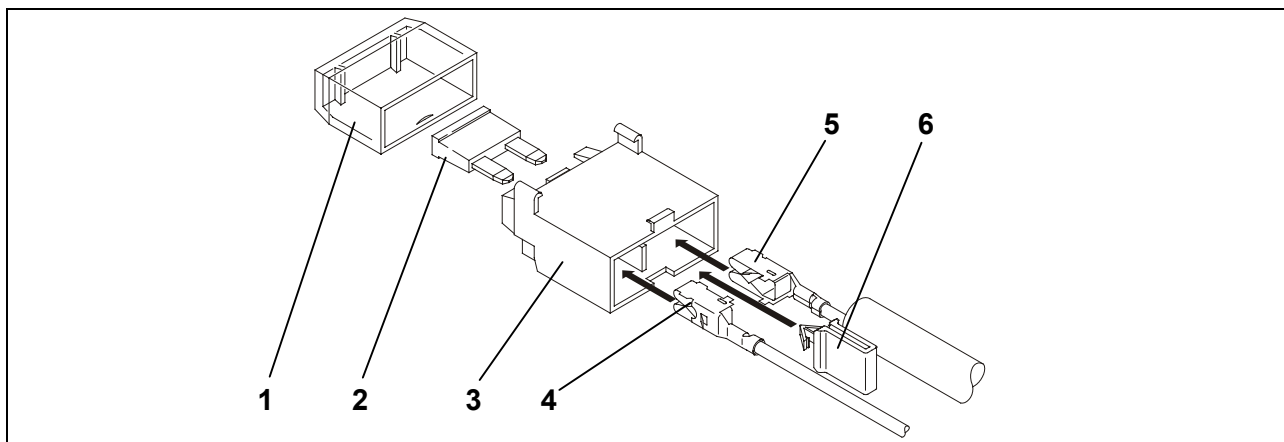

Fig. 3: Montaggio portafusibili
14. Inserire la spina piatta del cavo rosso (fig. 3/5) del fascio di cavi ed il cavo singolo rosso (fig. 3/4) nel portafusibili (fig. 2/6).
15. Inserire il clip giallo (fig. 3/6).
16. Inserire il fusibile (fig. 3/2) e posizionare il coperchio (fig. 3/1).